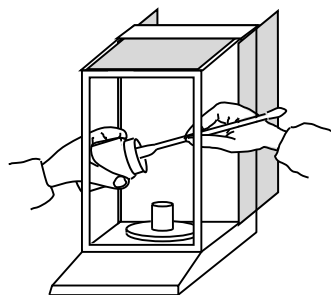

図 1 精密天秤の秤量の仕方
- ・ 試薬をこぼさないように、図 1 のように扉の左右から手を入れて計り取る。